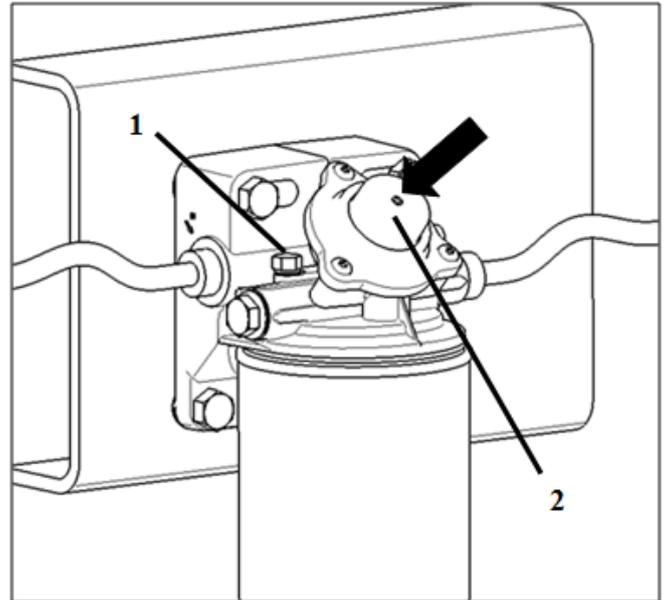

Рис. 6. Прокачка
- Открутить воздухоотводный винт (поз. 1, Рис. 6).
- Привести в действие ручной насос (поз. 2, Рис. 6) для всасывания топлива.